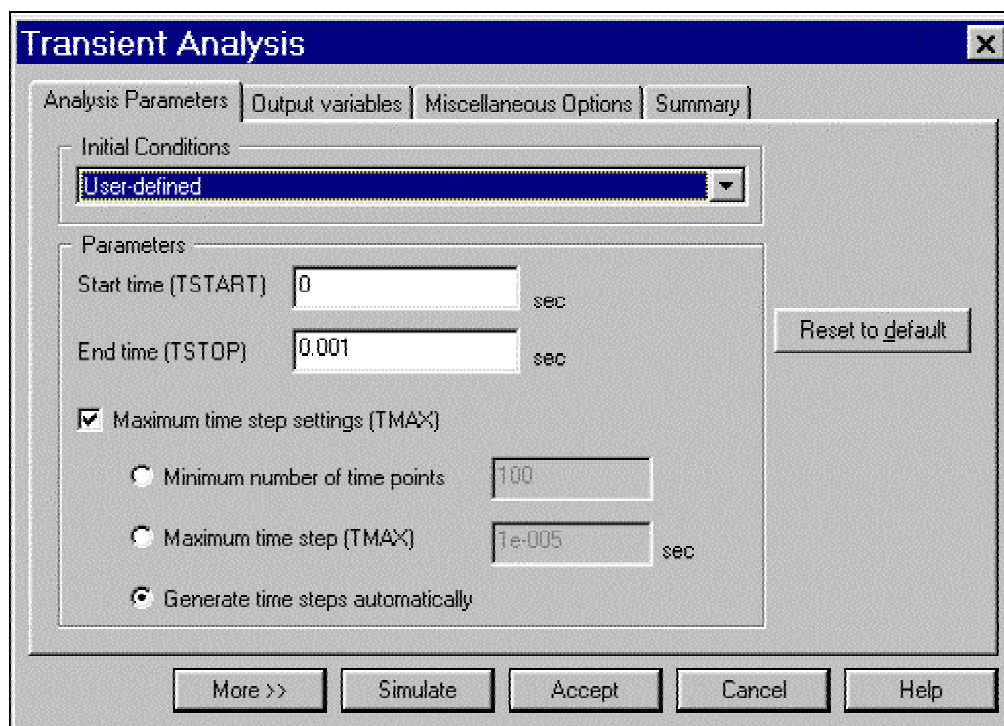

Fig. 18 Opciones del menú
- Una vez seleccionado este menú aparecerá una ventana como la de la Fig. 18. Los parámetros que se tienen que rellenar son: